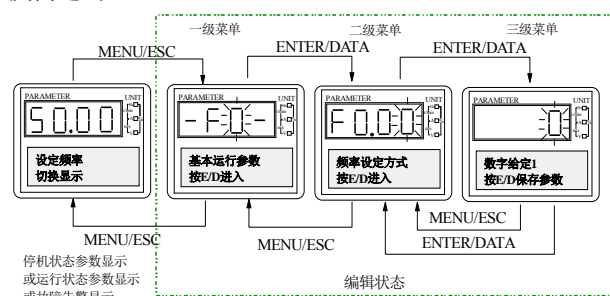
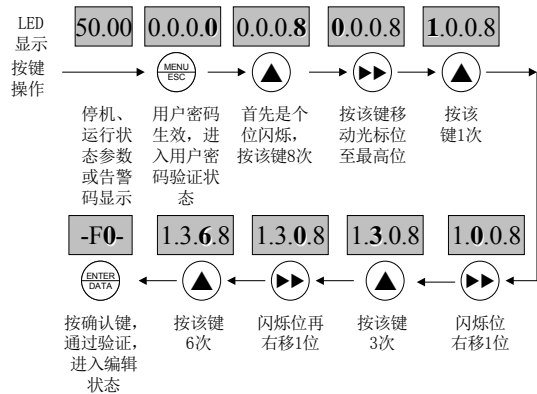

图4-6 操作面板的编程显示状态
图4-13 用户密码解锁的操作示例
在停机、运行或故障告警状态下，按下MENU/ESC键，均可进入编辑状态（如果有用户密码，参见FP.00说明和图4-13），编辑状态按三级菜单方式进行显示，如图4-6所示，其顺序依次为：功能码组→功能码号→功能码参数，按ENTER/DATA键可逐级进入。当功能参数显示状态下，按ENTER/DATA键则进行参数存储操作；按MENU/ESC则可反向退出。
**用户密码的验证解锁操作：**（设“用户密码”FP.00 设定值为“1368”。图 4-13 中黑体数字表示闪烁位）